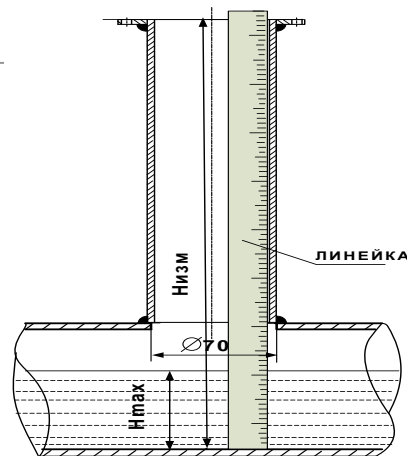

Рис.2
3. Монтаж МК на трубопроводе (Рис.2)